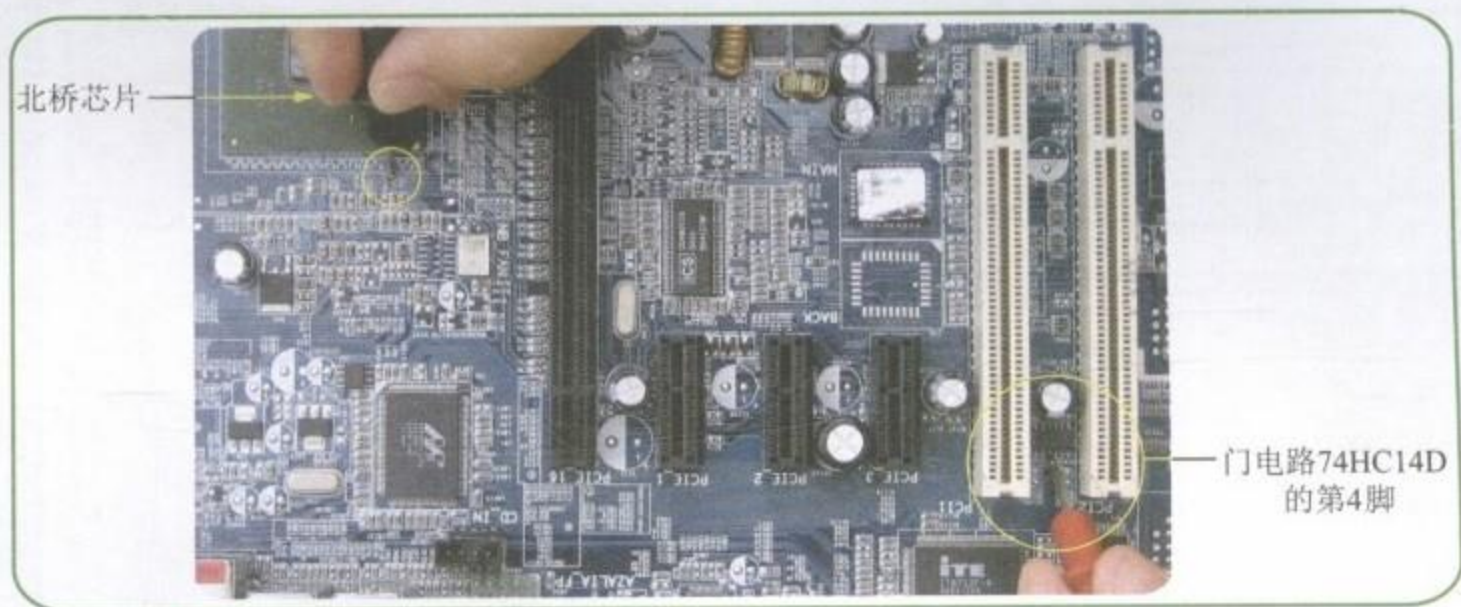

图10-21 测量门电路74HC14D的第4脚到北桥芯片RSTIN#引脚的线路
Step 04 测量门电路芯片74HC14D的第4脚到北桥芯片RSTIN#引脚的线路，如图10-21所示。